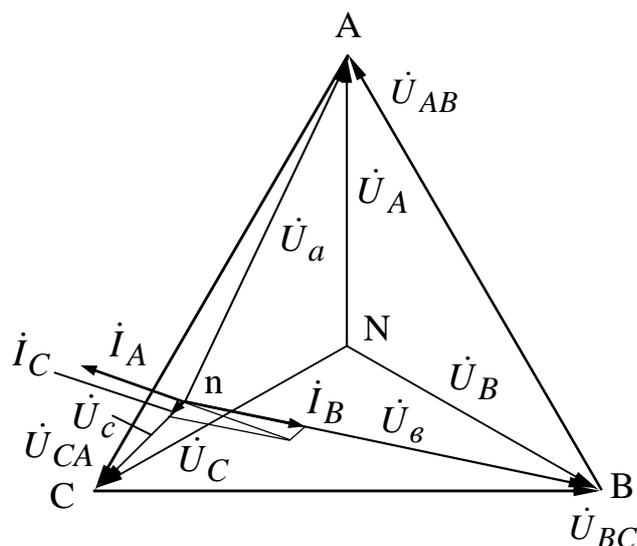

Рис. 5.3
В трёхфазной цепи с несимметричным приёмником при наличии нейтрального провода с  $Z_N = 0$ ,  $Y_N = \infty$  напряжение между нейтральными  $U_{nN} = 0$ , система фазных напряжений приёмника остаётся симметричной, но  $\dot{I}_N \neq 0$ . При отсутствии нейтрального провода  $\underline{Z}_N = \infty$   $\dot{U}_{nN} \neq 0$  система фазных напряжений несимметричного приёмника становится несимметричной. Пример векторной диаграммы цепи с несимметричным приёмником показан на рис. 5.3.
3. Построить векторные диаграммы для режимов 1, 5, 6, 7, 8, 9 табл. 5.2, топографические для векторов напряжений и лучевые токов. Пример построения векторной диаграммы для режима 5 приведен на рис. 5.3.